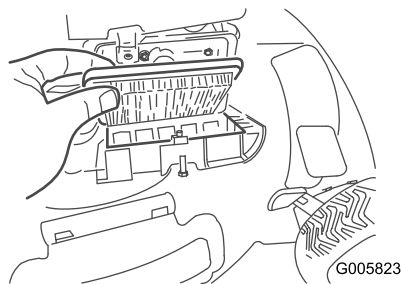

Figure 17
- Remplacez le filtre à air (Figure 17).